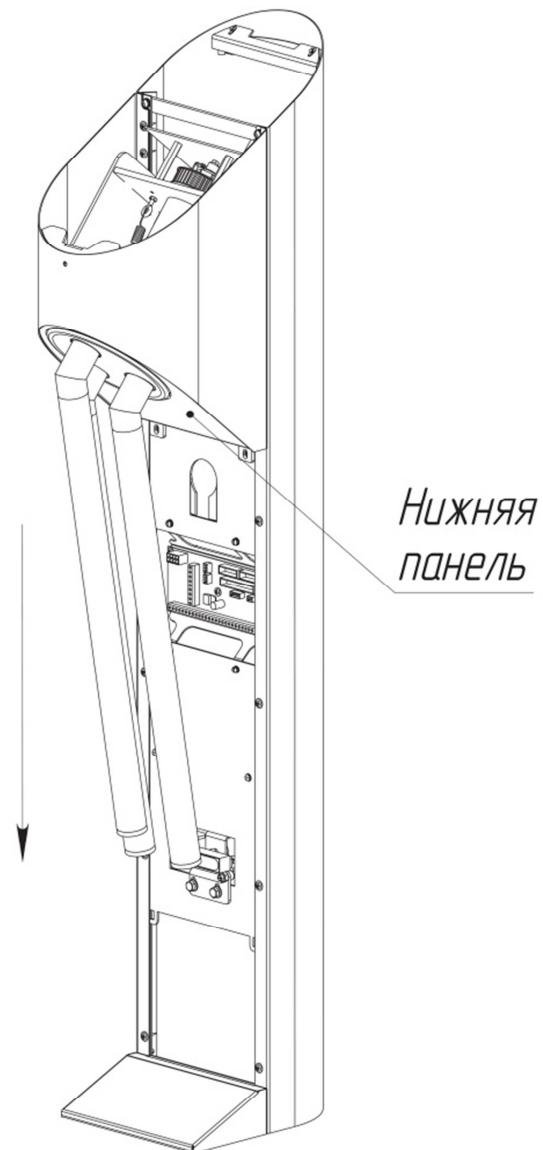

Рис. 9. (изображена центральная стойка турникета)
- снимите нижнюю панель движением вертикально вниз, показанном на рис. 9